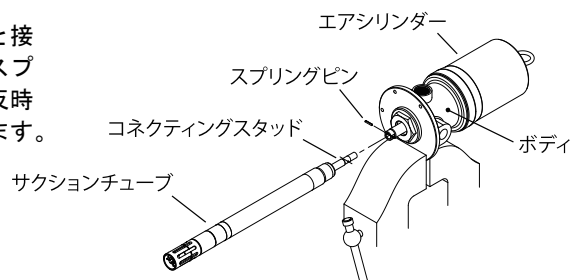

Fig. 3
- サクシジョンチューブを引くと、エアモーターのピストンロッドと接続しているコネクティングスタッドがあらわれます。接続部のスプリングピンを抜き、コネクティングスタッドまたは下ポンプを反時計方向に回しねじ戻すと、エアモーターと下ポンプが分離できます。（Fig. 3）